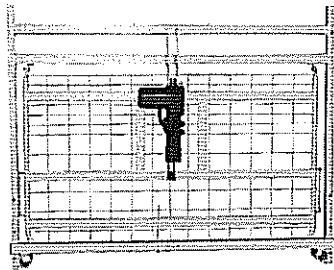
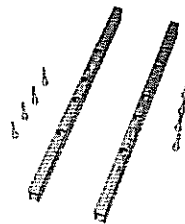
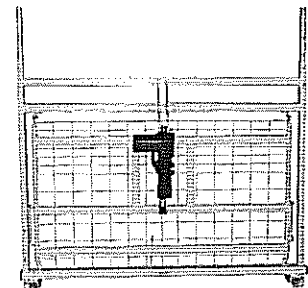

Abbildung 3
Abbildung 4
Abbildung 5
3. In die Außenrohre der Kopflyingfläche ( Abbildung 3) werden die Einsteckrohre (Abbildung 4) eingeschoben und mittels der vier Schraubenbolzen fixiert ( Abbildung 5). Die Schraubenbolzen noch nicht festziehen. Den Netzteilhalter montieren.